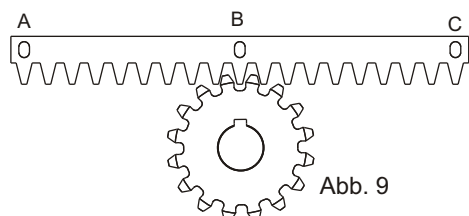
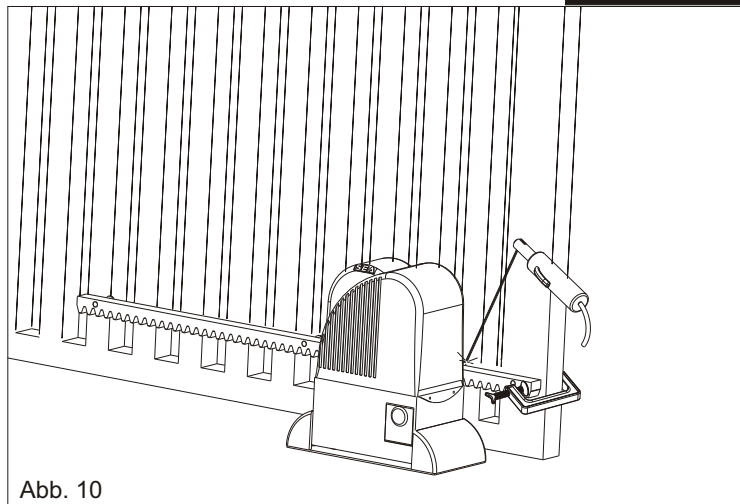

Abb. 9
Abb. 10
6.3. Das Zahnstangenglied an das Ritzel des Antriebs anlehnen, sodass es parallel zum Bodengleis des Tores steht und wie in Abb. 9 positionieren. Anschließend die Hauptklinke B an das Torgerüst mit einem elektrischen Schweißbrenner anschweißen (Abb. 10). Die Klinke C durch manuelle Verschiebung des Tores auf Höhe des Ritzels bringen und anschweißen. Nach Verlegung der Klinke A auf Ritzelhöhe, den gleichen Vorgang wiederholen;